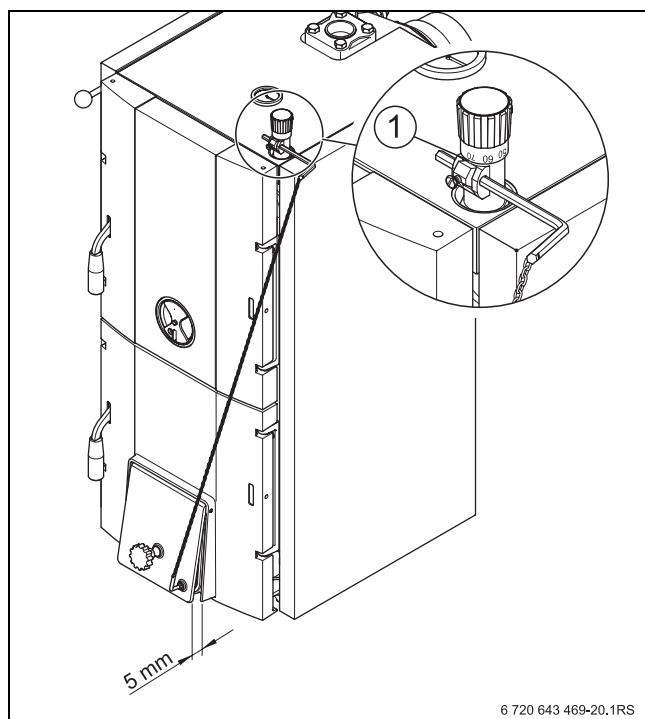

Рис. 26 Настройка регулятора горения
- ▶ Установите регулятор давления на красную метку ( $85^{\circ}\text{C}$ ) (→ рис. 26). Регулировка производится по красной шкале регулятора.